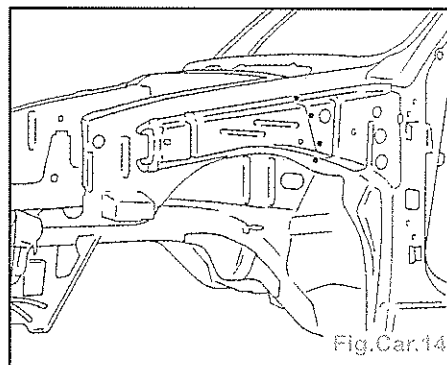

Fig.Car.14
- Souder par points bouchons au MIG ou MAG (Fig.Car.14).